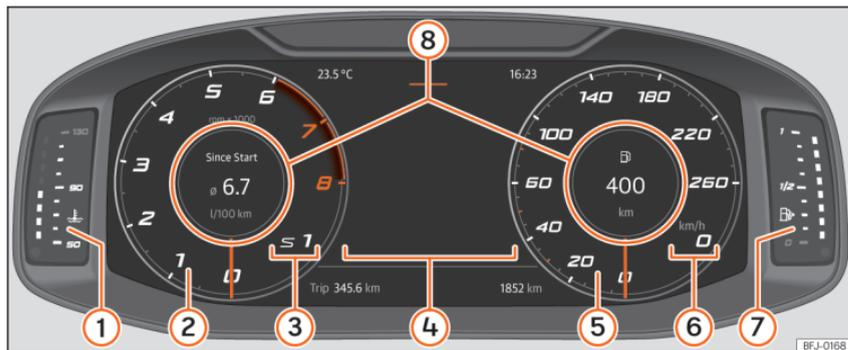

Abb. 68 SEAT Digital Cockpit in der Schalttafel (klassische Ansicht).
In der **klassischen** und in der **Navigations-**Ansicht können die angezeigten Informationen in den **Informationsprofilen** » **Abb. 68** ⑧ personalisiert werden.
Die Zeiger der Umdrehungen pro Minute und der Geschwindigkeitsmesser werden über die gesamte Länge angezeigt »» **Abb. 68.**